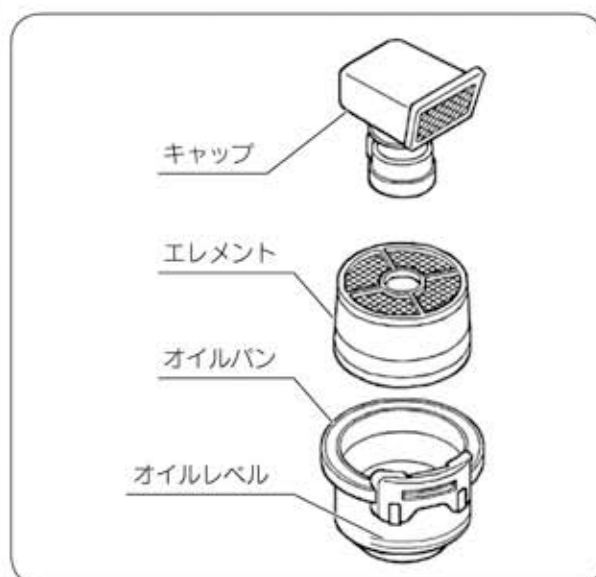

図43
■エアクリーナエレメントの清掃 とオイル交換 (図43)
- ① エレメントを取外し、白灯油で洗い、エレメントの白灯油をよく振り切って取付けてください。
- ② オイルパンはよく洗浄し、新しいエンジンオイル (SE級以上) をレベルまで入れてください。